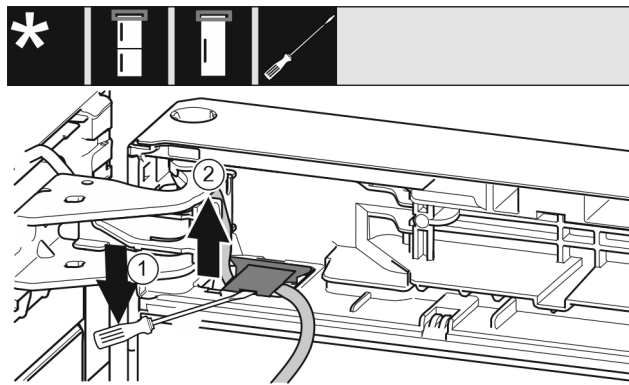

Fig. 21
- ▶ Soulever et retirer le cache à l'aide du tournevis plat. Fig. 21 (1)
- ▶ Retirer le câble. Fig. 21 (2)